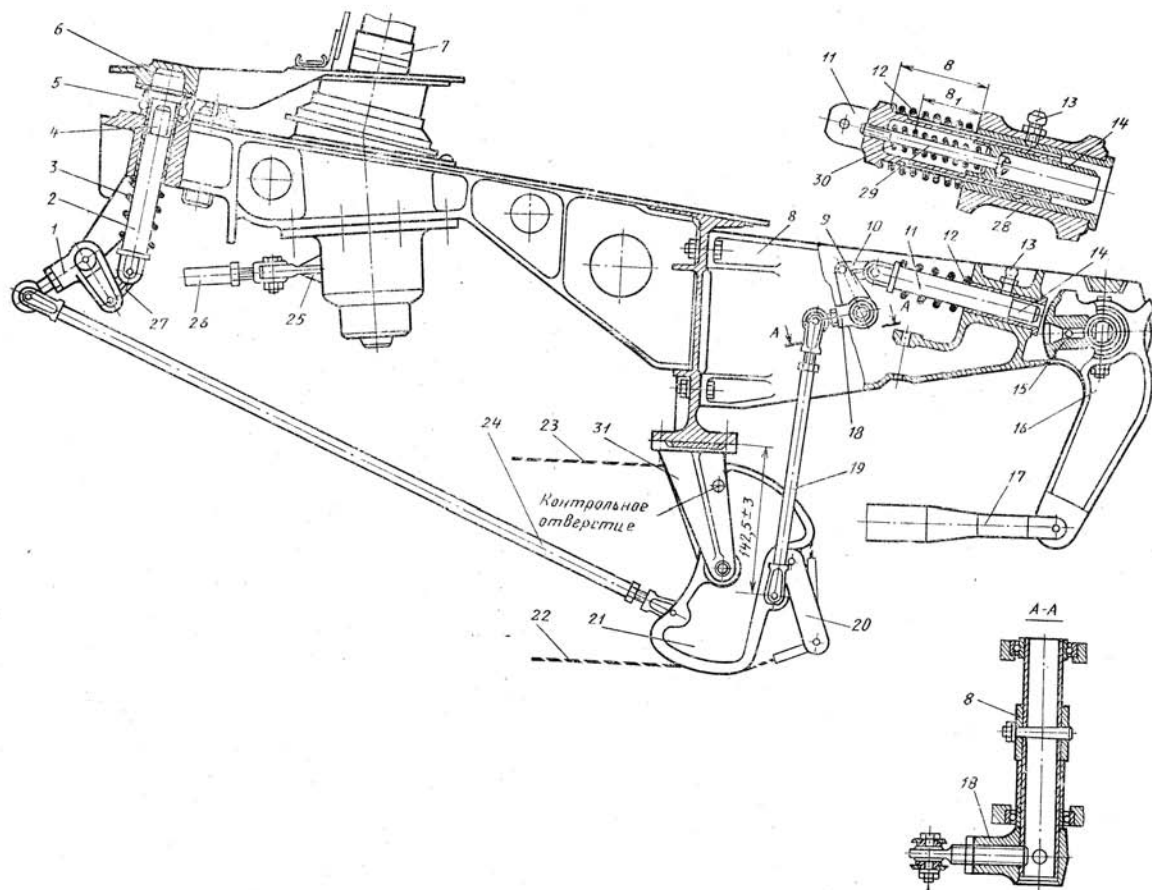

Рис. 39. Механизм стопорения руля высоты и руля направления:
3. ПРИ НАТЯЖЕНИИ ТРОСОВ СИСТЕМЫ СТОПОРЕНИЯ УДЕРЖИВАЙТЕ СЕКТОР МЕХАНИЗМА СТОПОРЕНИЯ (НА ШП. № 45) В УСТАНОВОЧНОМ ПОЛОЖЕНИИ ОТНОСИТЕЛЬНО КРОНШТЕЙНА НАВЕСКИ СЕКТОРА (ПО СОВМЕЩЕНИЮ КРАСНЫХ МЕТОК НА СЕКТОРЕ И КРОНШТЕЙНЕ, ПО УСТАНОВОЧНОМУ РАЗМЕРУ (РИС. 39) ИЛИ ФИКСАТОРОМ 26-9020-70). В ПОЛОЖЕНИИ «РАССТОПОРЕНО» СЕРЬГА 20 ДОЛЖНА БЫТЬ ПЛОТНО ПРИГНАНА К СЕКТОРУ 21. ЕСЛИ В ПОЛОЖЕНИИ «РАССТОПОРЕНО» СЕРЬГА НЕ ПЛОТНО ПРИГНАНА К СЕКТОРУ, ВЫЯВЬТЕ ПРИЧИНУ И УСТРАНИТЕ ДЕФЕКТ. НЕВЫПОЛНЕНИЕ УКАЗАННЫХ ТРЕБОВАНИЙ ВЫЗОВЕТ РАЗРЕГУЛИ-
РОВКУ СИСТЕМЫ СТОПОРЕНИЯ; 2) проверьте, не произошла ли разрегулировка механизма системы стопорения (положение сектора механизма стопорения, положение стопоров). При разрегулировке механизма системы стопорения произведите регулировку системы стопорения в следующем порядке: — установите ручку стопорения в положение «Расстопорено»; — полностью ослабьте тросы тандемами верхней и нижней ветвей тросов системы стопорения у шп. № 40; — установите сектор 21 (см. рис. 39) относительно шп. № 45 на расстоянии между осью пальца крепления тяги 19 и шп. № 45, равном 142,5 мм; — не изменяя положения сектора 21, произведите регулировку положения стопоров вворачиванием или выворачиванием